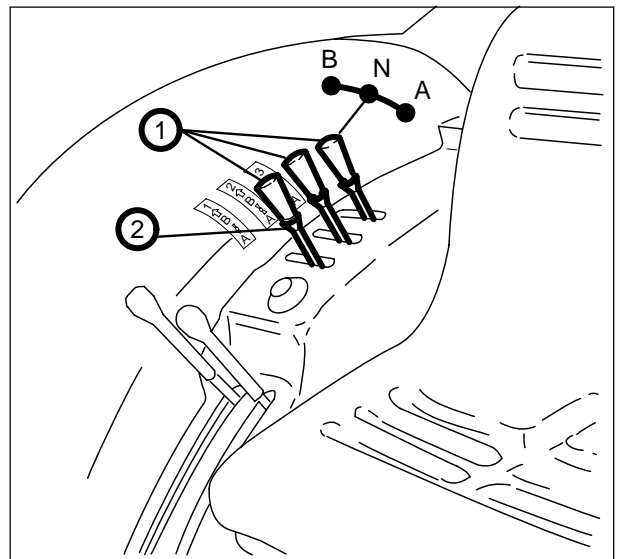
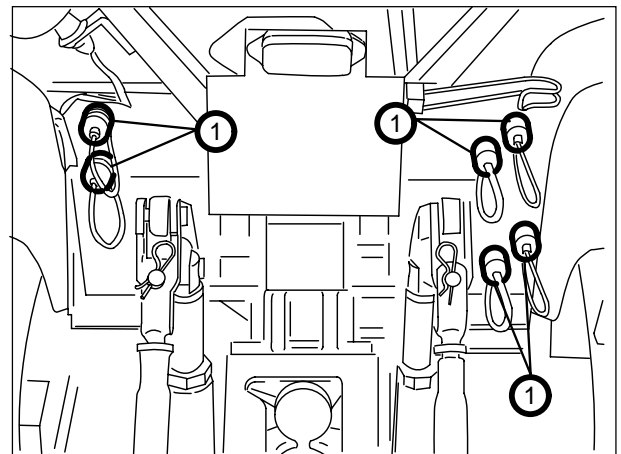

Fig. 24. Alavancas de comando dos distribuidores suplementares.
Fig. 24b. Acoplamentos rápidos traseiros.
No lado traseiro do tractor podem ser montados os distribuidores suplementares para o comando dos macacos externos. Estes distribuidores suplementares são combinados ao circuito do elevador hidráulico portanto utilizam o mesmo óleo. As alavancas de comando dos distribuidores suplementares são colocados na consola à direita do posto de condução (1. Fig. 24). Podem ser montados diferentes tipos de distribuidores suplementares.
A alavanca de comando (1. Fig. 24) possui três posições.
Para comandar a alimentação desbloqueie a alavanca de comando (1) puxando a trava de segurança (2) para cima. Conduza a alavanca de comando (1. Fig. 24) para uma das duas posições 'A' ou 'B' para enviar o óleo pressurizado a uma das duas saídas traseiras (Fig. 24b). Quando libertada, a alavanca regressa automaticamente à posição de repouso 'N', bloqueando a alfaia na posição assumida.